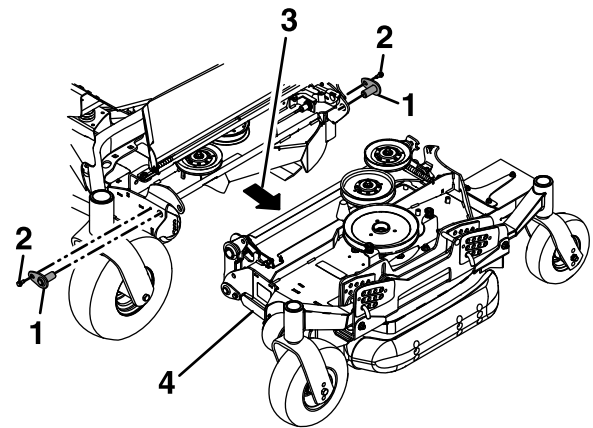

**Figura 84**
11. Retire y guarde las chavetas de bloqueo y los pasadores de los cilindros que sujetan los extremos de los vástagos de los cilindros de plegado a las carcasas laterales (Figura 84).